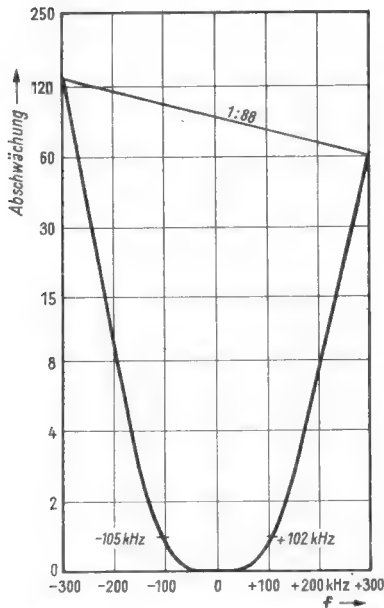

Bild 13. FM-Zf-Durchlaßkurve
3. eine konstante Durchlaßkurve (Bild 13) und